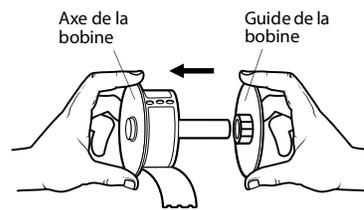

Figure 1
- 4 Tenez l'axe dans votre main gauche et insérez le rouleau d'étiquettes sur l'axe de sorte qu'il se déploie par le bas et que son bord gauche soit fermement appuyé sur le côté de la bobine. Voir Figure 1.